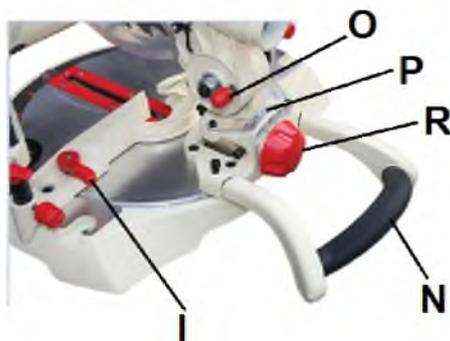

Рис. 2
- Пилка постачається із зафіксованою ріжучою головою. Щоб розблокувати голову пилки, витягніть фіксатор (O, Рис. 2), при цьому натиснувши на голову пилки.
- Пилка вмикається натисканням на перемикач на внутрішньому боці рукоятки (M, Рис. 2).